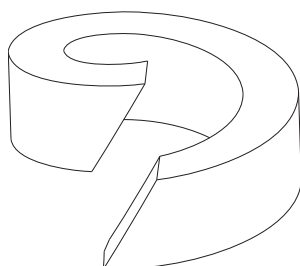

Fig. 7: Anneau d'étanchéité
- Observer une ligne de découpe oblique lors du découpage de la garniture de presse-étoupe (Fig. 7).